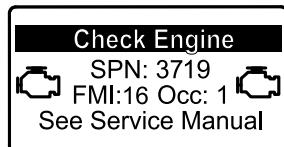

Figura 27
- Si se requiere una regeneración en estacionamiento, el InfoCenter muestra la advertencia del motor SPN 3719, FMI 16 (Figura 27), y la computadora del motor reduce la potencia del motor al 85 %.